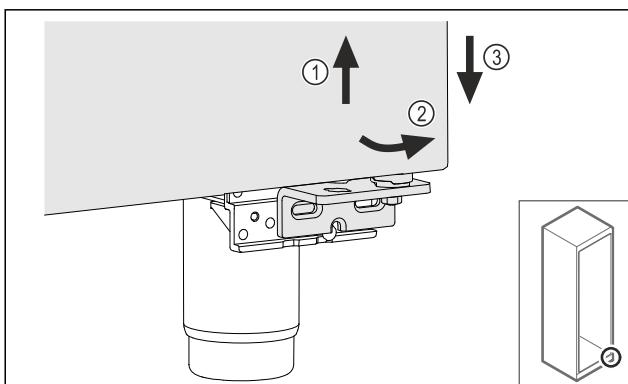

Fig. 19
- Levantar ligeramente la puerta Fig. 19 (1); inclinarla hacia delante por la parte inferior Fig. 19 (2) y bajarla Fig. 19 (3).